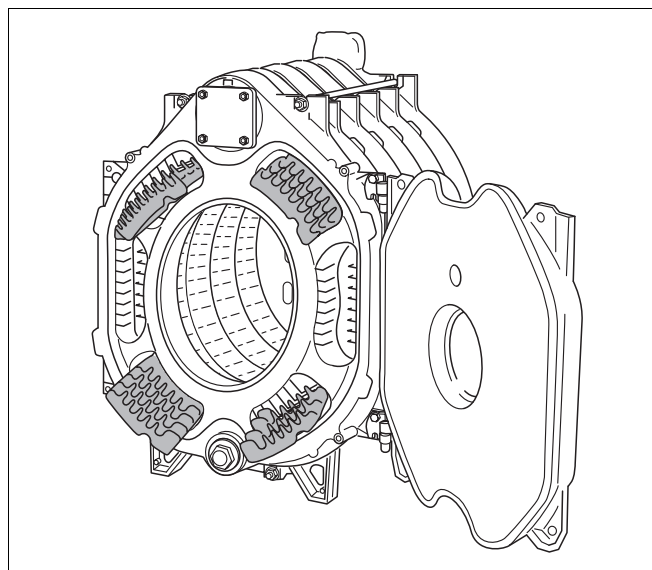

Fig. 27 Røykgass-styreplater
- Ta røykgass-styreplatene ut av kassen med beslagdeler og legg dem inn i røykgasskanalene i samsvar med den **støpte påskriften** (se også fig. 27 og tabellen nedenfor).